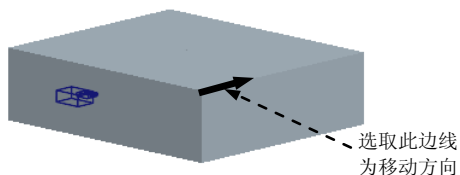

图 31.33 移动方向
Step2. 开模步骤 1：移动滑块。移动滑块 1，选取图 31.33 所示的边线为移动方向，输